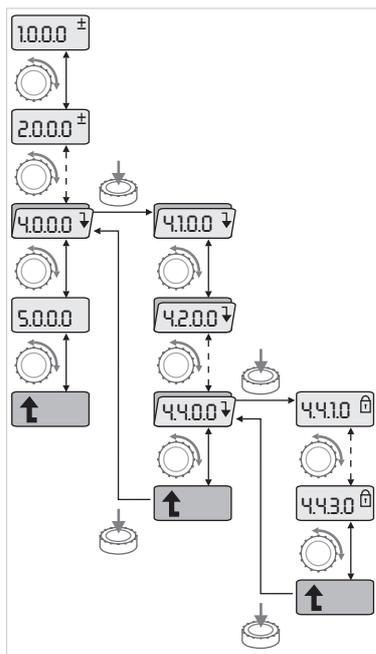

Fig. 40: Exemple de navigation
- Procéder à la navigation normale dans le menu comme suit (exemple, voir Fig. 40) :